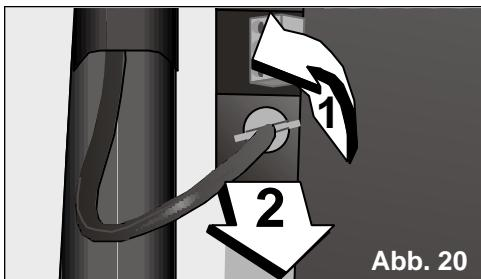

Abb. 20
- ☐ Das Kondenswasser-Ablassrohr eine Vierteldrehung nach links drehen und abziehen, siehe **Abb. 20**. Ziehen Sie dieses Rohr mit besonderer Sorgfalt ab; es könnte sein, dass es Wasser enthält, das verschüttet würde.
Vergewissern Sie sich, dass der Wasserschlauch einwandfrei angeschlossen ist, um zu verhindern, dass Tropfwasser die Stellfläche nass macht. Hierzu führen Sie die in Abb. 20 beschriebenen Schritte in umgekehrter Reihenfolge aus.